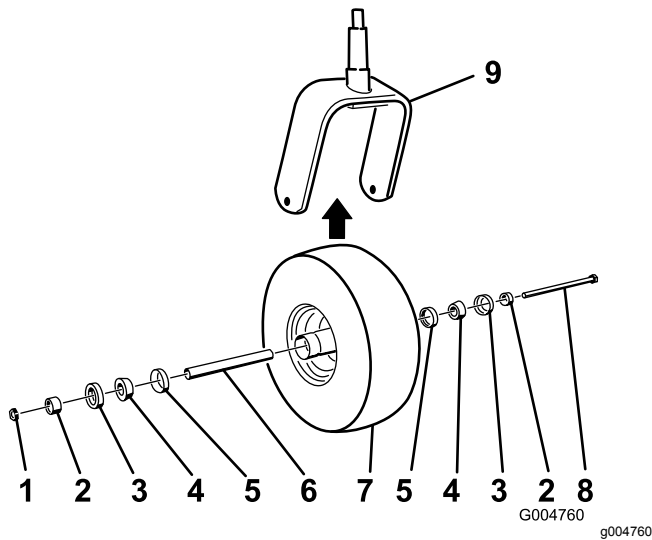

Figure 77
2. Retirez le contre-écrou du boulon (Figure 77).
5. Montez la roue pivotante en poussant les roulements à rouleaux coniques et les joints, garnis de graisse, dans le moyeu, en les positionnant comme indiqué à la Figure 77.